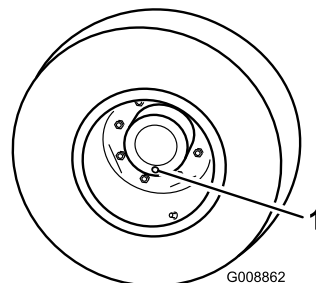

Figura 67
1. Con la macchina parcheggiata su una superficie piana, posizionate la ruota in modo che uno dei tappi di controllo/spurgo si trovi nella posizione inferiore (ore 6) (Figura 67).